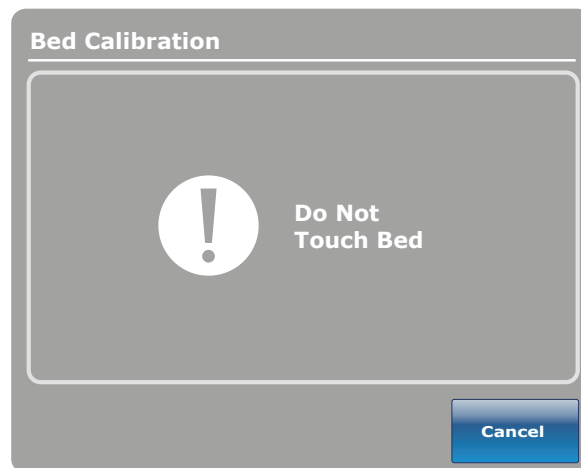

Figure 15 : Écran «Ne pas toucher au lit»
14. L'écran «Ne pas toucher au lit» s'affiche tel qu'illustré à la Figure 15.